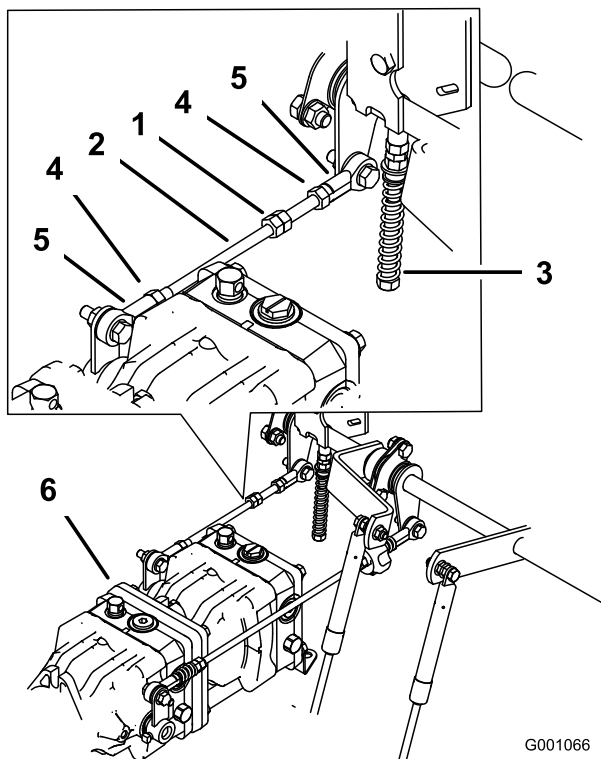

Figura 79
1. Afloje las contratueras de la articulación esférica de la varilla de control de la bomba (Figura 79).
3. Ajuste la longitud de la varilla de la bomba girando las tuercas dobles de la varilla, en el sentido apropiado, hasta que la rueda quede estacionaria o se mueva muy lentamente en marcha atrás (Figura 79).
6. Apriete las contratuercas de las articulaciones esféricas (Figura 79).